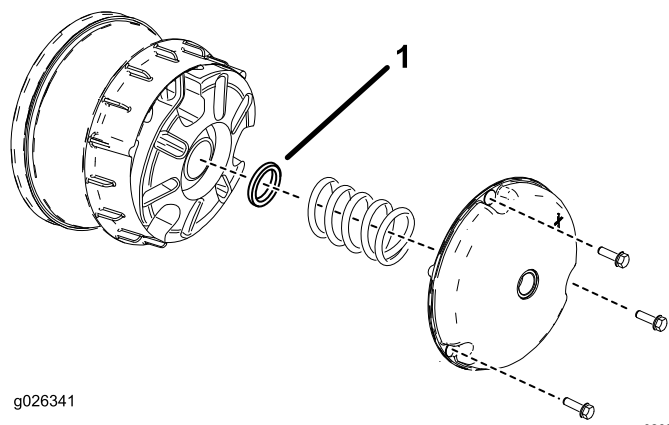

図 61
2. 図 61に示すように、一次クラッチカバーを固定しているボルトを外す。